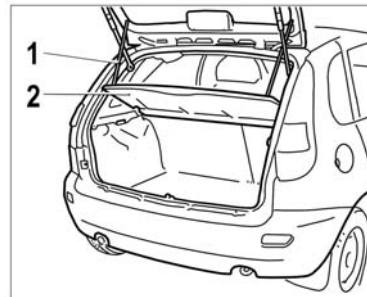

**Рис. 25. Открывание багажника**
**Крышка багажника** автомобиля с кузовом «седан» (рис. 25) и **дверь задка** автомобиля с кузовом «хэтчбек» (рис. 26) открываются поворотом ключа в замке по часовой стрелке. При включенном наружном освещении багажник освещается плафоном.